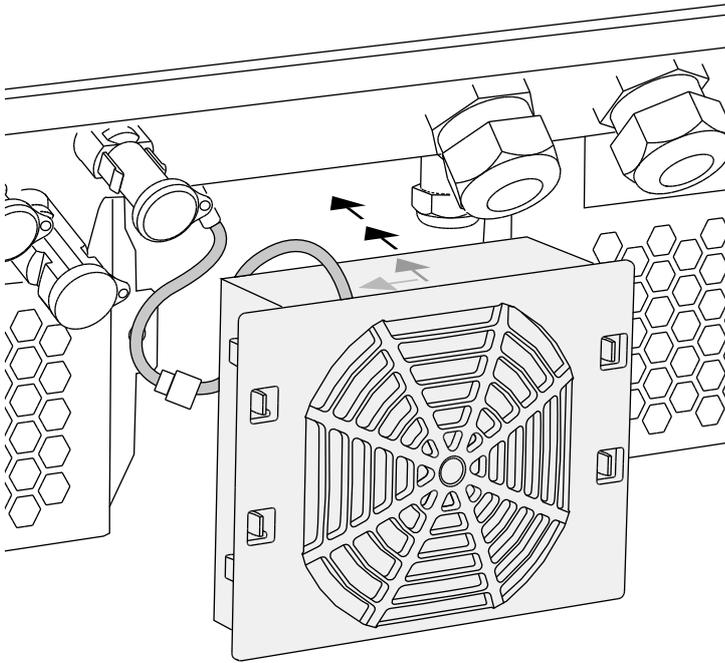

Fig. 61: Installazione ventola
- la ventola sia montata correttamente nel telaio (direzione del flusso d'aria).  Fig. 61